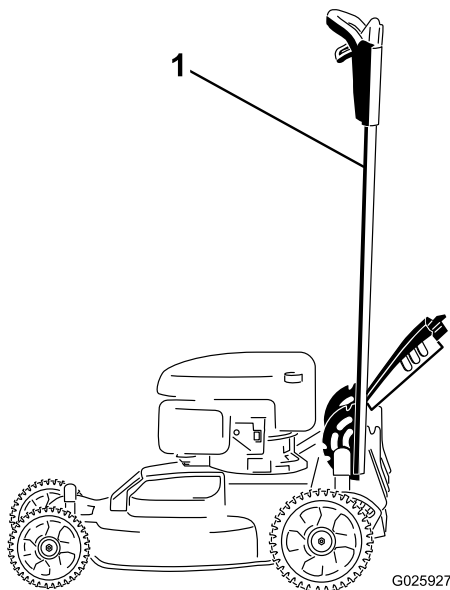

Figura 41
1. Bloquee el manillar en la posición vertical (Figura 41); consulte Ajuste de la altura del manillar (página 12).